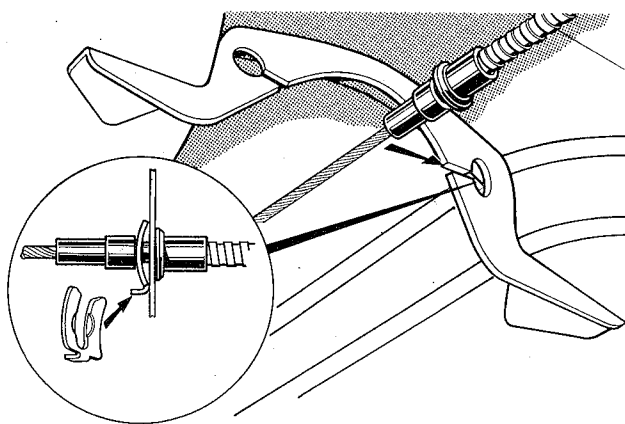

fig. 44
7. Soltar o cabo, do lado direito, da guia da carroceria (fig. 44)